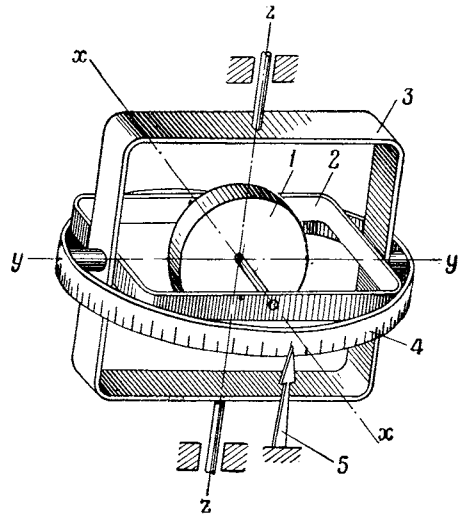
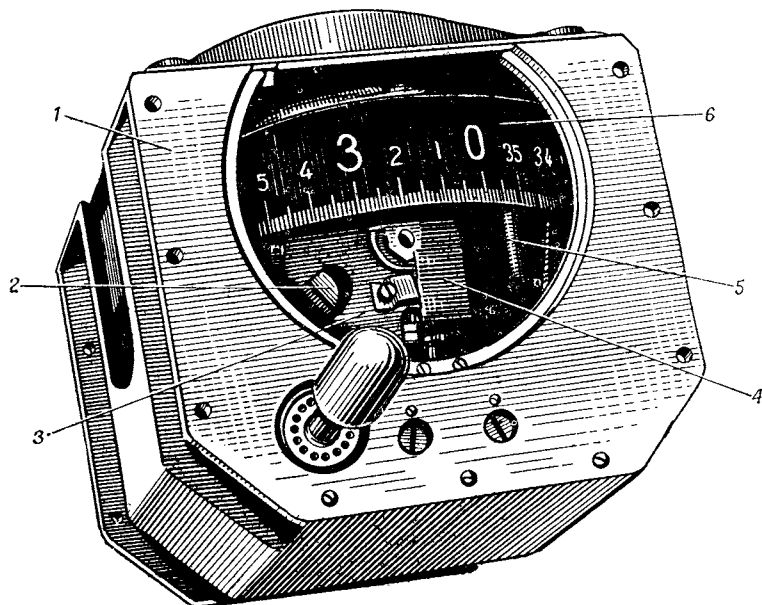
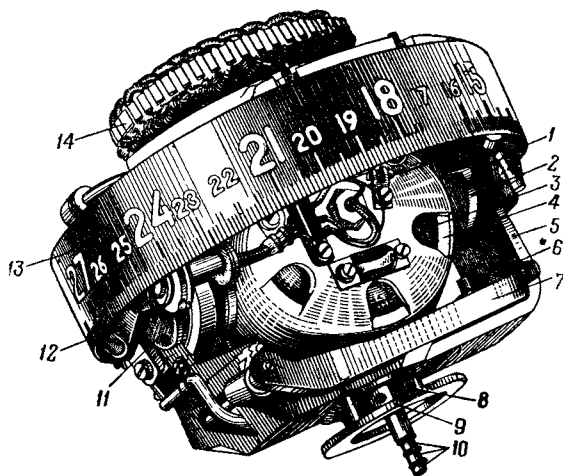

Рис. 62. Принципиальная схема гиropolукомпаса ГПК-48:
Рис. 63. Гирополукомпас со снятыми кожухом и передней платой.
Рис. 64. Карданный подвес:
Основу устройства гиropolукомпаса составляет трехстепенной гироскоп 1 (рис. 62), который обладает свойством сохранять в пространстве направление оси своего вращения, которое было ей задано при первоначальном ориентировании.
На рис. 63 показан гирополукомпас со снятым кожухом и передней платой, а на рис. 64 — карданный подвес гирополукомпаса с гироскопом. В качестве гироскопа используется ротор асинхронного электродвигателя, работающего от источника трехфазного тока. В дальнейшем асинхронный двигатель, включающий в себя статор и ротор (собственно гироскоп), будем называть гиромотором.
Ротор гиромотора помещен в камеру 4, в которой находится его ось вращения. Камера гиромотора соответствует внутренней рамке 2 (рис. 62). Камера имеет возможность свободного перемещения относительно внешней рамки 5 (рис. 64), в которой находится ось ее вращения. Внешняя рамка может свободно вращаться в подшипниках корпуса прибора. На внешней рамке укреплена шкала 13, разделенная на 360° (через 1°), по которой производится отсчет.
К внешней рамке прикреплена прессованная колодочка с изолированными друг от друга и от рамки щетками, которые касаются пластин коллектора. Эти щетки соединены с двумя управляющими обмотками мотор-корректора. Ротор 14 (рис. 64) мотор-корректора жестко укреплен на внешней раме кардана. В пазах пакета ротора уложены три обмотки: одна основная (OB) и две управляющие ($ДВ$). Управляющие обмотки уложены в одних и тех же пазах, но имеют различное направление намотки. Реверсирование мотор-корректора осуществляется включением той или иной управляющей обмотки. Статор мотор-корректора жестко связан с крышкой корпуса прибора и представляет собой пакет из высечек электротехнической стали, залитых алюминиевым сплавом. Алюминиевый сплав образует короткозамкнутую обмотку статора — «беличье колесо».